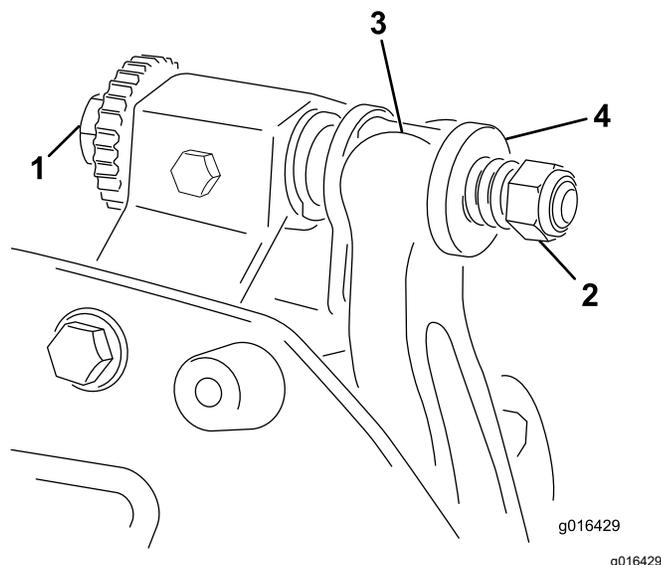

Figura 17
1. Rode o parafuso de ajuste da barra de apoio no sentido contrário ao dos ponteiros do relógio, para afastar lâmina de corte do cilindro (Figura 17).
2. Faça recuar a porca da mola tensora até que a anilha deixe de estar sob tensão contra a barra de apoio (Figura 17).
- Instale a barra de apoio, posicionando as aletas de montagem entre as anilhas e o parafuso de ajuste da barra de apoio (Figura 17).